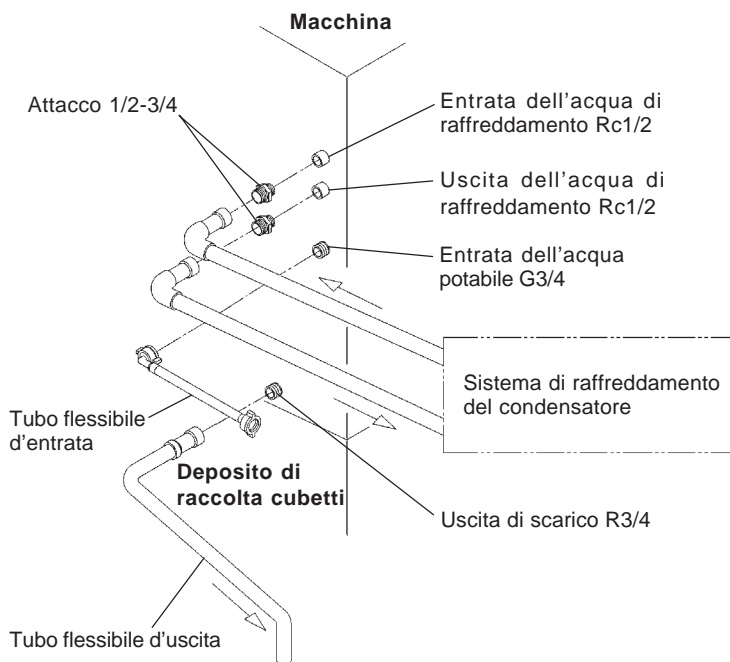

Fig. 9
**[a] Collegamenti standard in conformità alle norme WRC in Gran Bretagna (Fig. 9 e 10)**
3) Collegare il tubo di uscita (flessibile grigio, accessorio) al raccordo R3/4, situato sul retro della macchina, come indicato (Fig. 9), verificando che la rondella in gomma sia posizionata in modo corretto
5) Collegare il sistema di raffreddamento del condensatore alle parti disponibili degli attacchi 1/2-3/4, come indicato (Fig. 9) utilizzando un tubo di tipo rigido adatto. Per ottenere un accoppiamento a tenuta, utilizzare gli appositi ermetici e/o il nastro P.T.F.E.